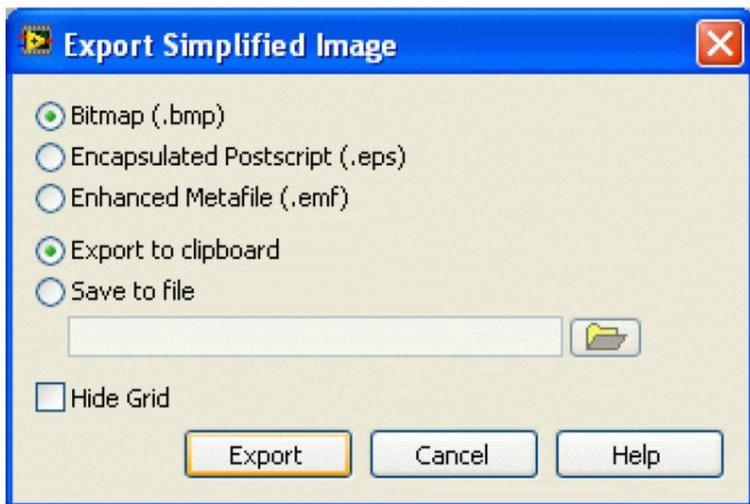

Рис. 47. Диалоговое окно *Export Simplified Image*.
2. Открывается диалоговое окно (рисунок 47), в котором есть различные варианты экспорта изображений. Один из вариантов – копирование в буфер обмена в формате Витмар (BMP). Затем изображение может быть вставлено в какой-нибудь графический редактор (например, MS Paint, Irfanview) и сохранено в нужном формате (например, GIF).